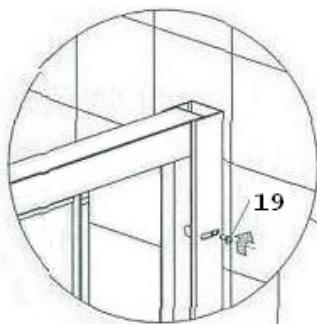

Рис. 4-4
9. Еще раз с помощью уровня проверьте вертикальность установки душевого ограждения. Через отверстия на пристенных профилиях /2/ просверлите отверстия в боковых профилях /3/ с помощью сверла, входящего в комплект для сборки. Скрепите профили с помощью саморезов с шайбами /19/ и закройте их декоративными колпачками, входящими в комплект с саморезами /19/ (рис. 4-4).